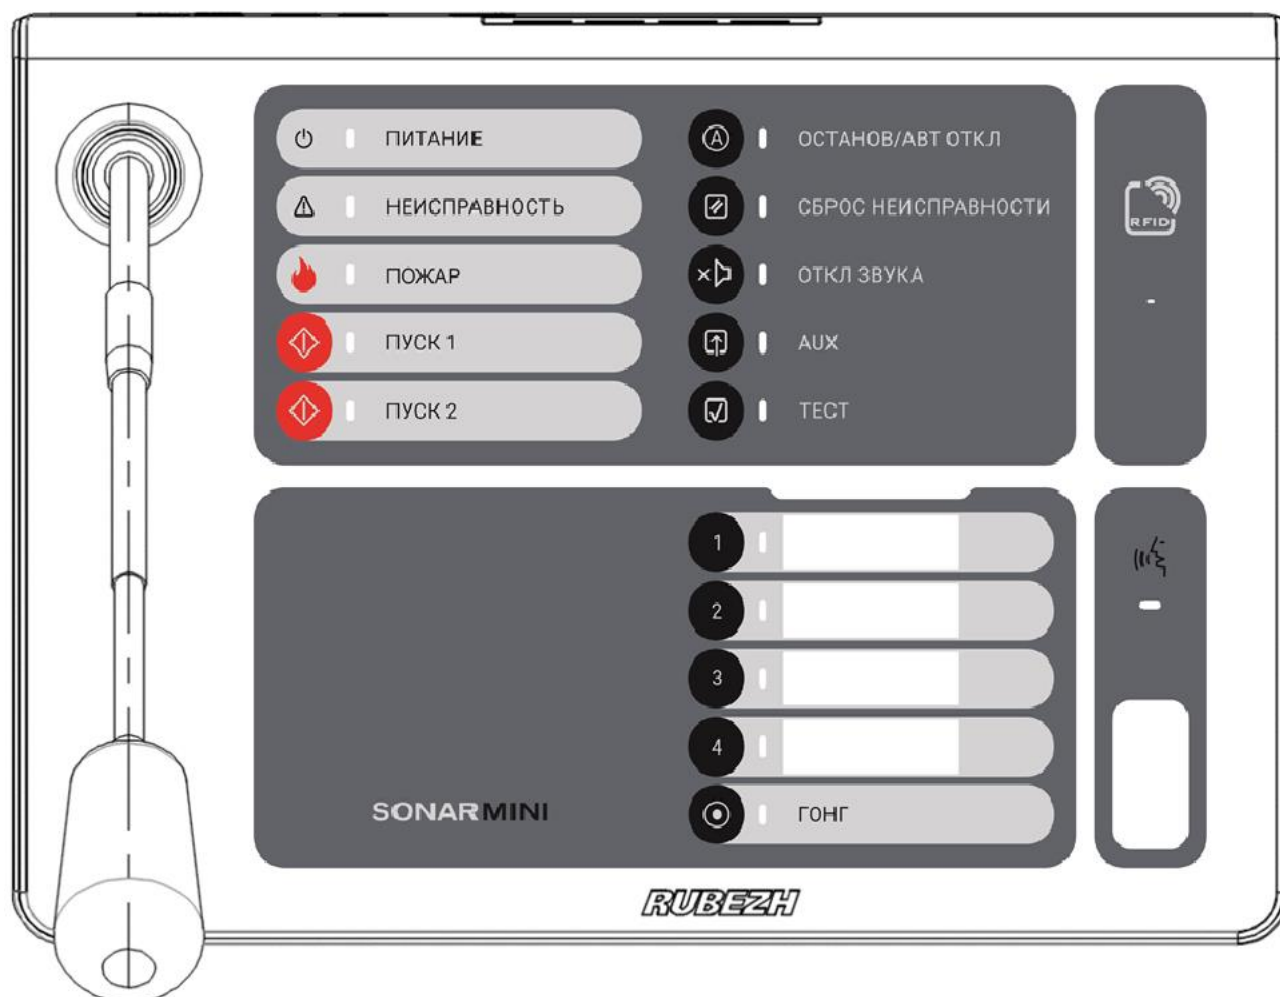
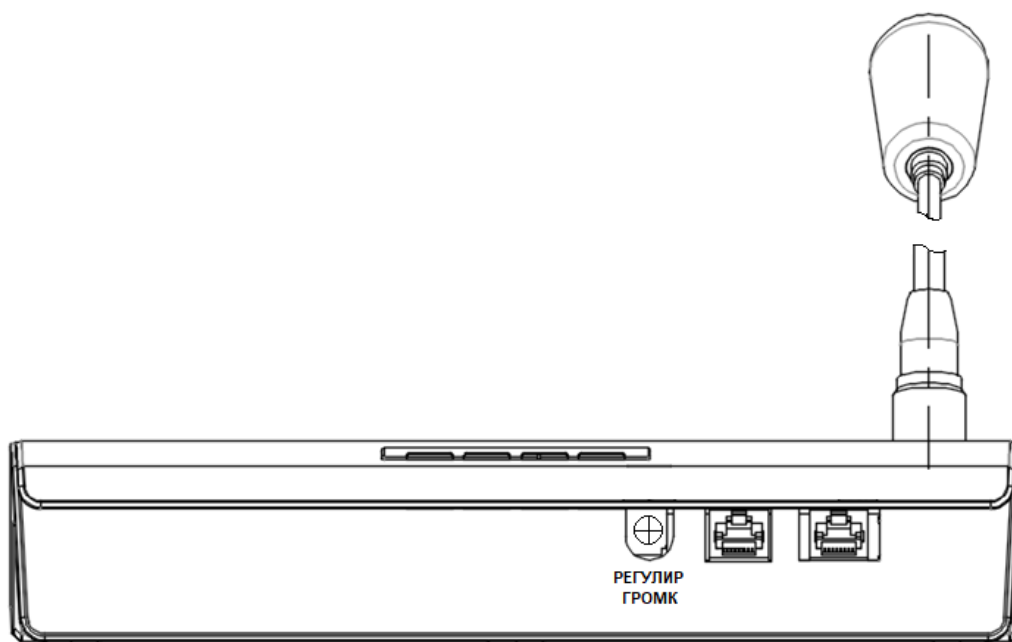

Рисунок 1 - Лицевая панель пульта «SMRM-4»
Рисунок 2 - Задняя панель пульта «SMRM-4»
2.6 На лицевой панели пульта (см. рисунок 1) расположены органы управления (кнопки) и единичные индикаторы, отображающие информацию о режимах работы пульта. На задней панели пульта (см. рисунок 2) расположены два разъема RS-485 (разъемы типа RJ-45) и потенциометр РЕГУЛИР ГРОМК.